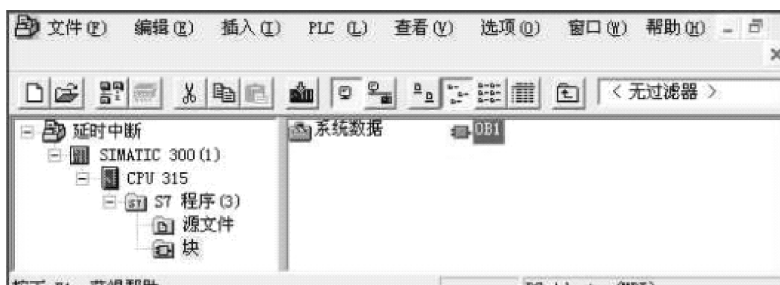

图 5-39 在管理画面打开 OB1
2) 在管理画面的块目录里打开 OB1, 如图 5-39 所示。在 OB1 里编写如图 5-40 所示的程序并保存。